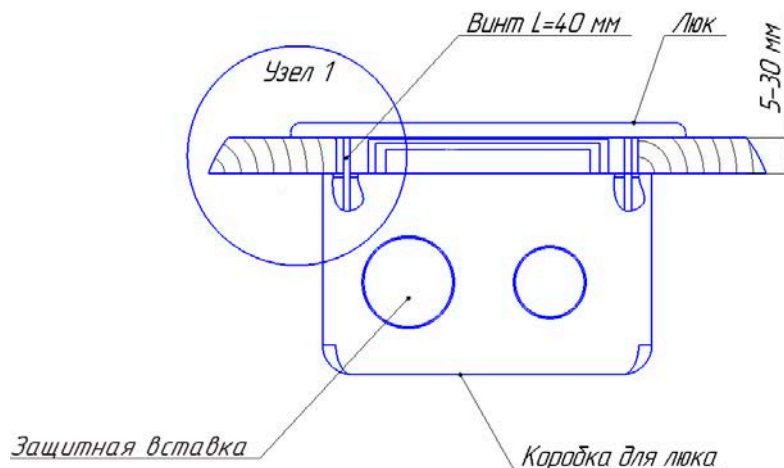

Рис. 4
3. Через отверстия кабельных вводов ввести в коробку трубы с кабелем сечением до 2,5 мм², предварительно проложенные в подпольном пространстве фальшполов (рис. 4).